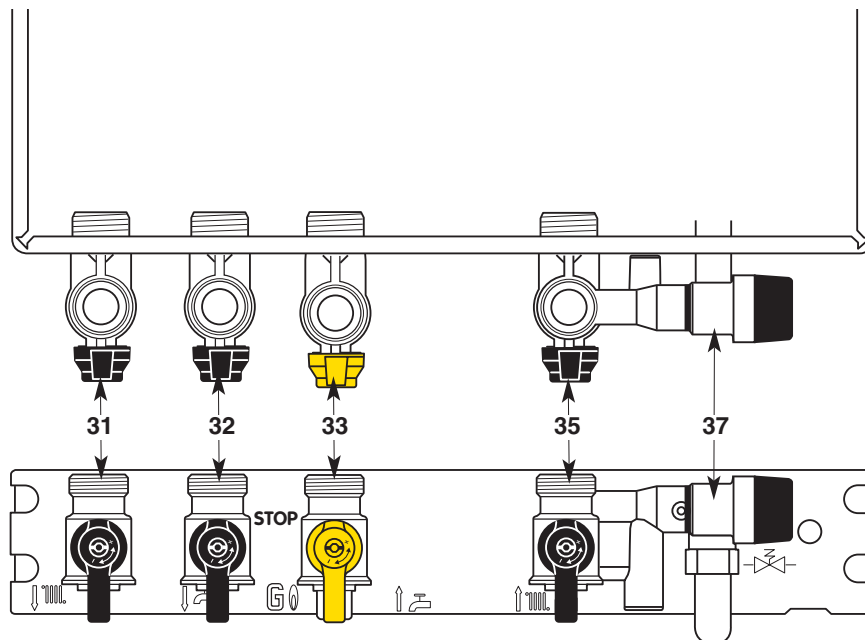

Fig. 22- Vooraanzicht en onderaanzicht
### Kraanblok (fig. 22)
3. Zet de gastoevoerkraan **33** (fig. 22), open op stand «  ».
- Draai de gastoevoer dicht door middel van kraan **33** (fig. 22), op «STOP».
*In sommige gevallen is het mogelijk dat de buizen lichtjes opwarmen (en eventueel ook een radiator) na opwarming van het warm water. Om dit te vermijden, de vertrek kraan van de verwarming **31** (fig. 22)*